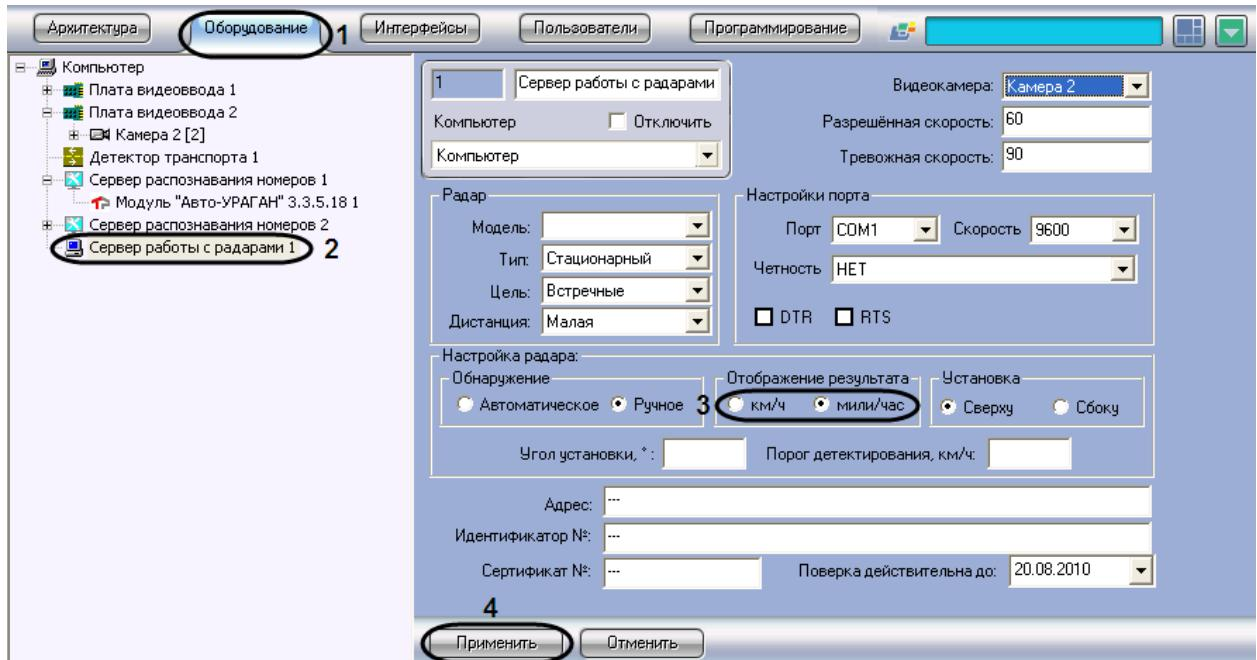

Рис. 7.3—10. Настройка вывода данных о скорости движения транспортного средства
1. В диалоговом окне «Настройка системы» перейти на вкладку «Оборудование» (см. Рис. 7.3—10, 1).
2. В дереве объектов на вкладке «Оборудование» выбрать объект «Сервер работы с радарами», соответствующий настраиваемому программному модулю «Радар» (см. Рис. 7.3—10, 2). В правой части вкладки «Оборудование» отобразится панель настройки выбранного объекта.
3. В панели «Отображение» выбрать единицу измерения, с которой данные о скорости движения транспортного средства передаются в программный комплекс «Авто-Интеллект» (см. Рис. 7.3—10, 3).
4. Нажать кнопку «Применить» (см. Рис. 7.3—10, 4).